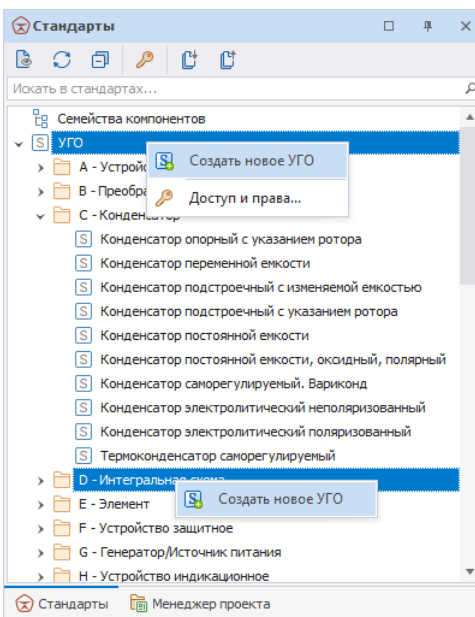

Рис. 40 Выбор узла для создания УГО
1. Вызовите контекстное меню с узла «УГО» (для создания УГО в корне дерева «УГО») или с конкретной папки (для создания УГО в рамках определенного семейства), Рис. 40.